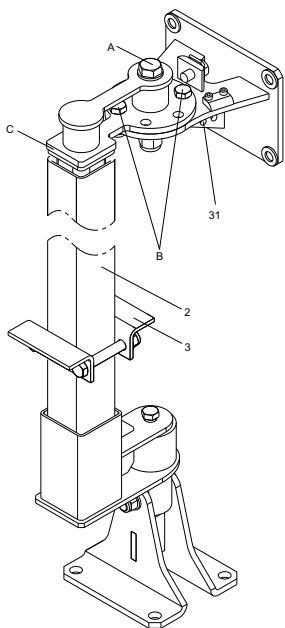

Рис. 11 Крепление
7. Вставить в кронштейн нижнего крепления стойку и выставить ее в правильное положение. Подогнать стойку из профиля (поз. 2) по длине, обрезав соответствующим образом под изолятор (поз. С) на кронштейне верхнего крепления. Оптимальный зазор между буртиком изолятора и стойкой 5-10 мм. См. рис. 11.